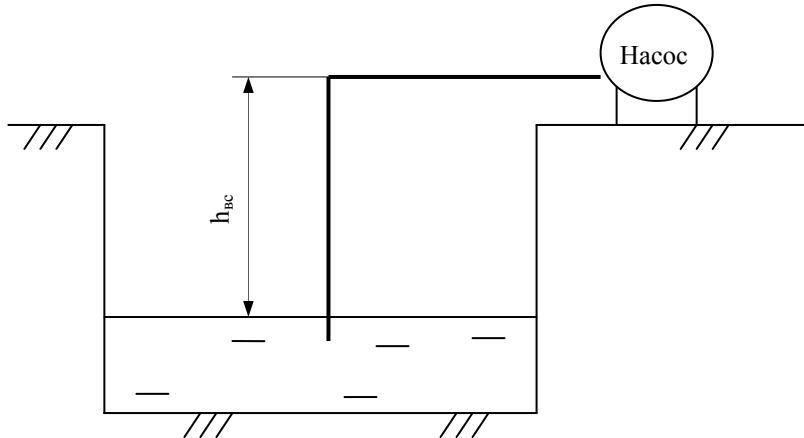

Рисунок 5.1 – Схема к задаче 5.1
5.1 Определить геометрическую высоту всасывания центробежного насоса (см. рис. 5.1), если его подача Q равна 8 л/с, диаметр всасывающего трубопровода $d = 100$ мм, сумма потерь напора во всасывающем трубопроводе $\Sigma h_{bc} = 1,1$ м; кавитационный запас напора принять равным 2 м.